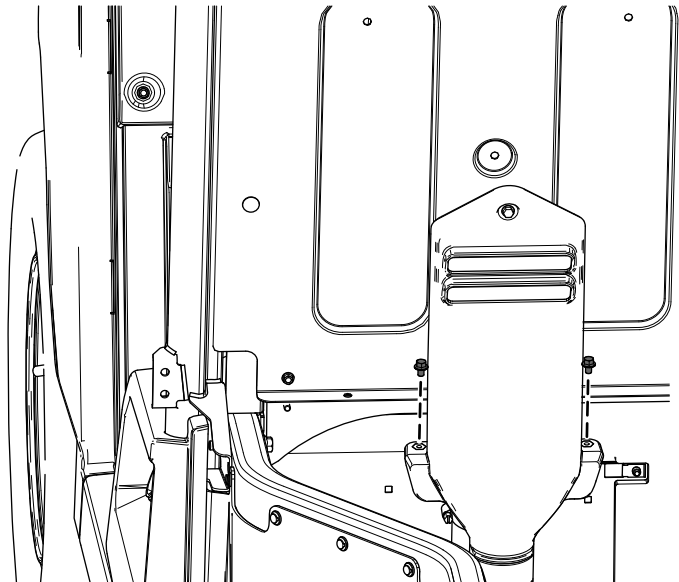

Figura 23
- A. Rimuovete i 2 bulloni a testa flangiata ($\frac{1}{4}$ " x $\frac{3}{8}$ "") dalla cappa della presa d'aria CVT (Figura 23).